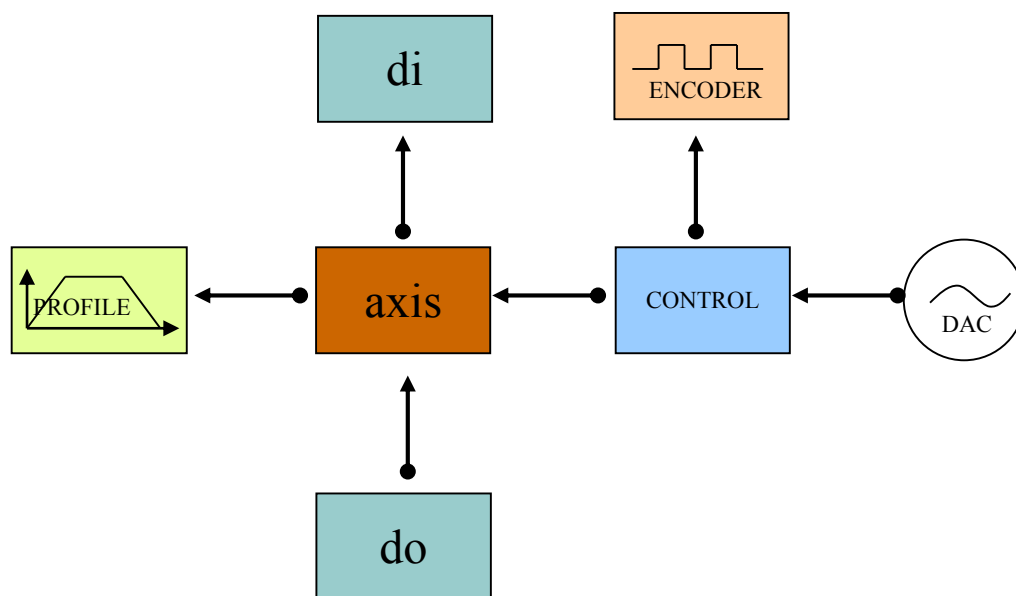

图 4-2 伺服控制
伺服控制方式的基本配置如图 4-2 所示。
3. Control关联选项：如果需要伺服闭环控制，应该使control与axis关联。默认为：不关联，即开环脉冲控制方式。关联之后，运动控制器会将相应编号的encoder、dac、axis、control关联在一起，如图 4-2所示，此时，dac的值将不能独立设置，如果调用 GT_SetDac指令将会无效。切换开环方式和闭环方式可以通过指令 GT_CtrlMode来实现。